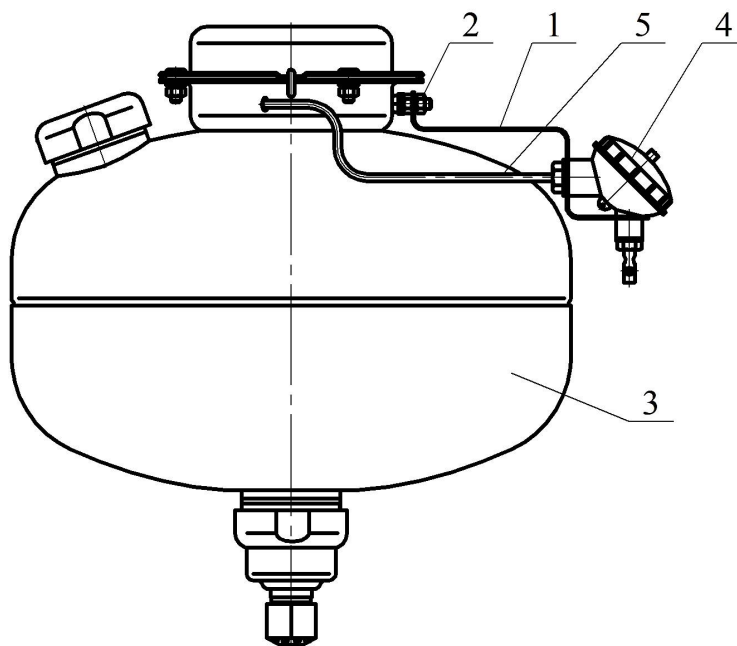

Рисунок 3
4.3.1.1 На кронштейне 1, закрепленном гайкой 2 на фланце МУПТВ 3 (см. рисунок 3), установлен электронный узел запуска 4. Вывода элемента электропускового 5 ИХГ, вставленные в трубку ПВХ, через гермоввод соединены с электронным узлом запуска 4.
6.7.2 Гайкой 2 (см. рисунок 3) закрепить на корпусе МУПТВ кронштейн 1.
6.7.3 С корпуса 1 электронного узла запуска (см. рисунок 5) открутить крышку 2 и винт 3. Через отверстия винта 3 (см. рисунок 5) и кронштейна 1 (см. рисунок 3) в гермоввод электронного узла запуска ввести провода элемента электропускового